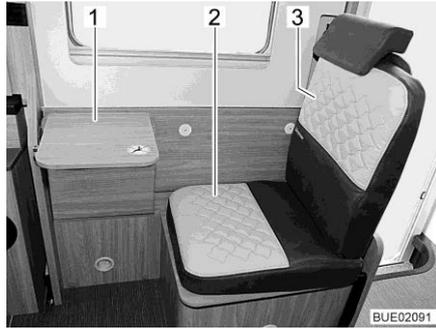
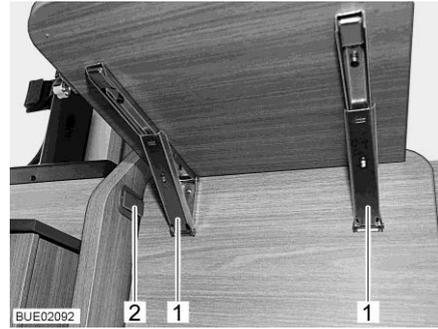

Fig. 28 Siège supplémentaire avec table pliante
Fig. 29 Crans d'arrêt sur la table pliante
- Mettre le coussin d'assise fourni (Fig. 28,2) et le coussin de dossier (Fig. 28,3) en place.
- Faire pivoter la partie avant de la banquette longitudinale vers le haut jusqu'à ce qu'elle s'enclenche dans le cran d'arrêt en plastique (Fig. 29,2).
- Rabattre le plateau de table vers le bas : Déverrouiller les deux crans d'arrêt (Fig. 29,1) et faire pivoter le plateau de table (Fig. 28,1) vers le bas.